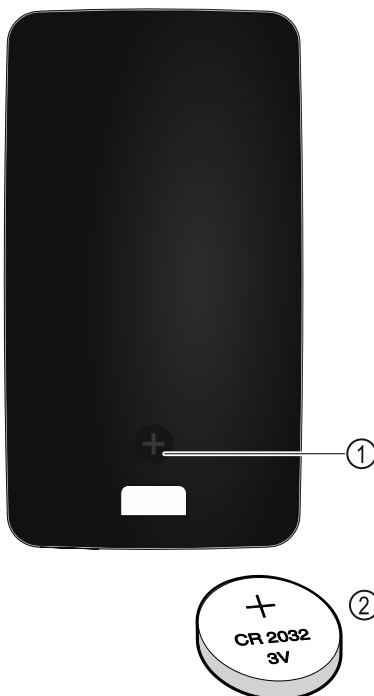

Fig. 260
Napájení dálkového ovládání proudem probíhá pomocí baterie typu CR 2032 na 3 V Fig. 260 (2), jakou lze běžně obdržet v dané prodejně.
- ▶ Vyšroubujte šroubek Fig. 260 (1) na zadní straně dálkového ovládání.